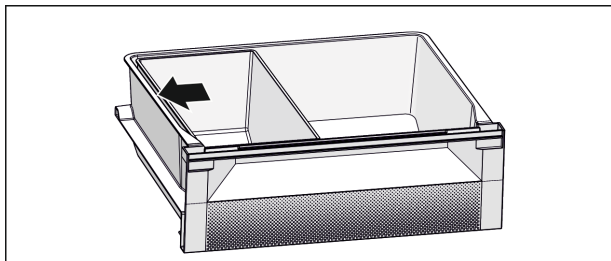

Fig. 6
- ▶ Fish & Seafood-schaal plaatsen. In de afgebeelde positie werkt de koelfunctie optimaal (zie Fig. 6) .